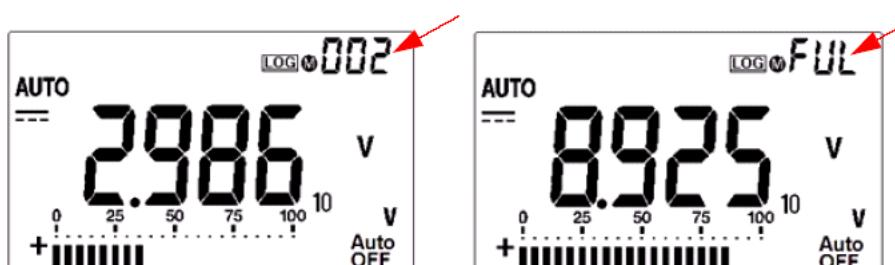

Рис. 2-1 Индикация при регистрации данных с ручным запуском
- Снова нажмите (Log) для следующего значения, которое вы хотите записать в память (см. рис. 2-1).